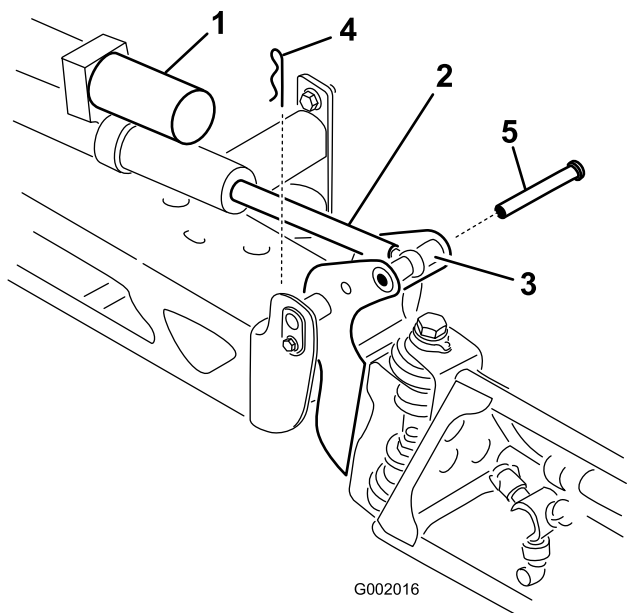

図 43
2. ピボット・ピンからコッターピンを抜き取る(図 43)。
3. ブームを持ち上げて、ピンを外す(図 43)。ブームをゆっくりと床まで降下させる。
6. ブームを持ち上げて、ピボットをアクチュエータ・ロッドに整列させる。ブームを支えながら、ブームのピボットとアクチュエータ・ロッドにピンを通す(図 43)。